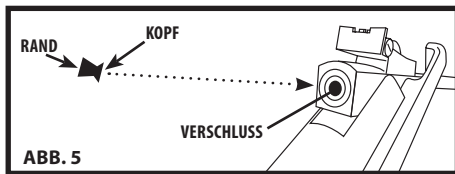

ABB. 5
1. Wenn sich der Lauf nach dem Spannen in der offenen Position befindet, platzieren Sie ein Geschoss mit dem Kopfende nach vorne gerichtet in den Verschluss (ABB. 5). Stellen Sie sicher, dass der Rand des Geschosses auf gleicher Ebene mit der Verschlussoberfläche ist.